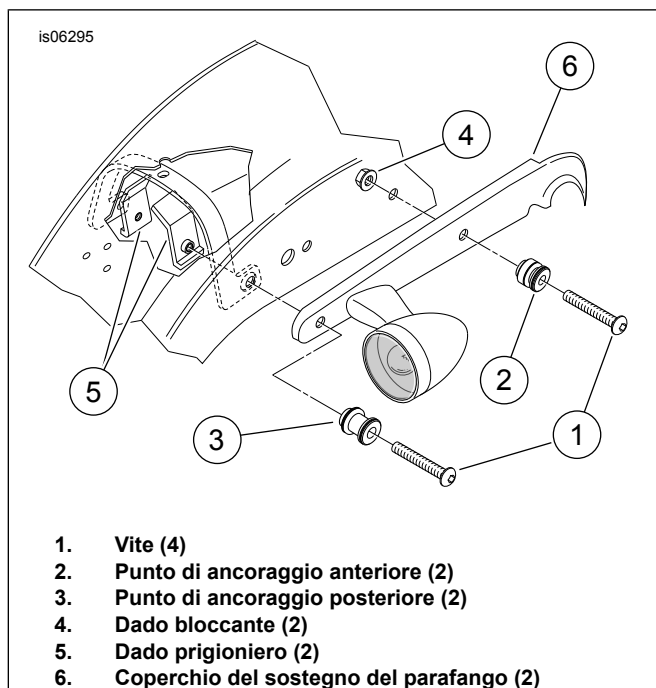

Figura 3. Punti di ancoraggio – solo per accessori o borse portapacchi rigidi
1. Vedere Figura 3. Installare il kit bulloneria di ancoraggio **53529-04** facendo riferimento alle istruzioni fornite con il kit.